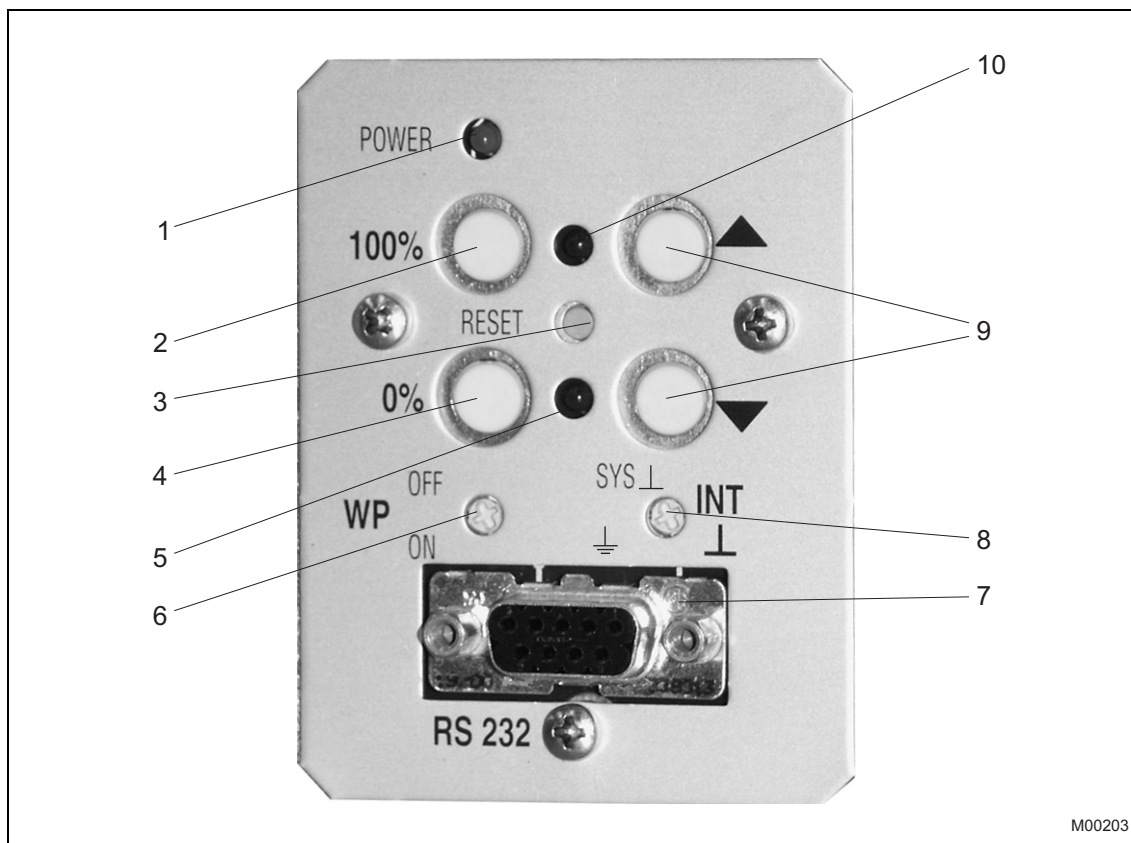

Рис. 23: Сервисно-эксплуатационная панель
Светодиоды (поз. 5 и поз. 10, Рис. 23) мигают с разной частотой в соответствии с активированной функцией.
1. Переключить электронный блок в режим "Настройка". Для этого одновременно нажать обе кнопки пуска (9) и удерживать нажатыми в течение 5 с, пока оба СИДа (поз. 5 и 10 на Рис. 23) не начнут мигать с частотой 4 Гц.
Переключатель потенциалов соединяет опорный потенциал с системой или с защитным заземлением (см. стр. 31 Рис. 23 поз. 8).